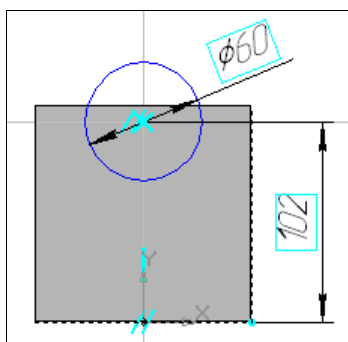

Рис. 18.16. Эскиз отверстия диаметром 60
- ◆ начертите окружность диаметром 60 симметрично относительно боковых граней и на расстоянии  $110 - 8 = 102$  от нижней грани (рис. 18.16);